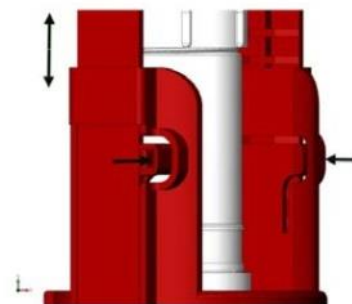

Рис.3
1. Чтобы отрегулировать клапан выпуска по высоте, необходимо отсоединить тягу 8, от хомута 10. Затем нажать на фиксаторы опоры 15 и перемещением стойки 9 вверх-вниз (см. рис. 3) добиться необходимого зазора